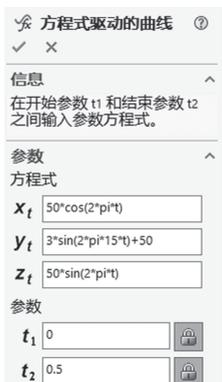

图5-27 设置圆柱波浪曲线参数
- (5) 所设置的“方程式驱动的曲线”属性管理器如图5-27所示。